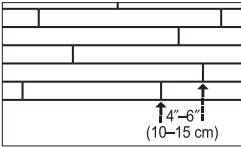

Figura 3
- Es importante alternar los extremos de los tabloncillos en hileras contiguas a un mínimo de 4-6” (10-15 cm) siempre que sea posible (Figura 3). Esto ayudará a garantizar un aspecto general más favorable del piso.